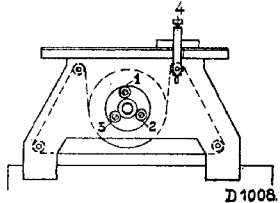

Fig. 6
2. Stelschroefjes van de bevestiging van de schijf op de condensatoras (fig. 6) losdraaien. Schaalknop verdraaien, totdat de afleesnaald
4. Afstemmen op 350 m., de afleesnaald met schroef 4 (fig. 6) nauwkeurig op 350 m. instellen.